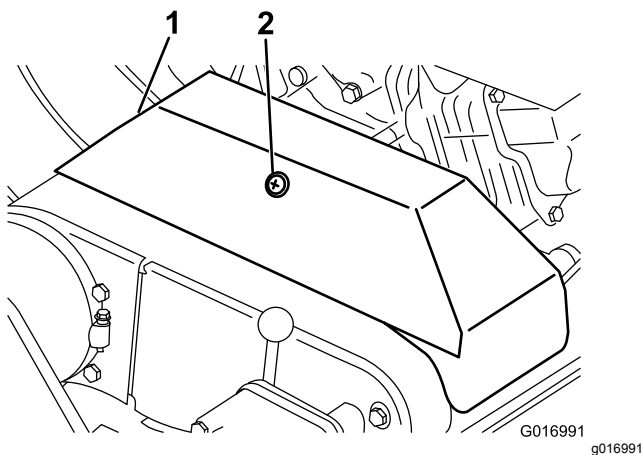

Figura 46
2. Afloje el retenedor que sujeta la cubierta de las correas en V y gire la cubierta para abrirla (Figura 46).